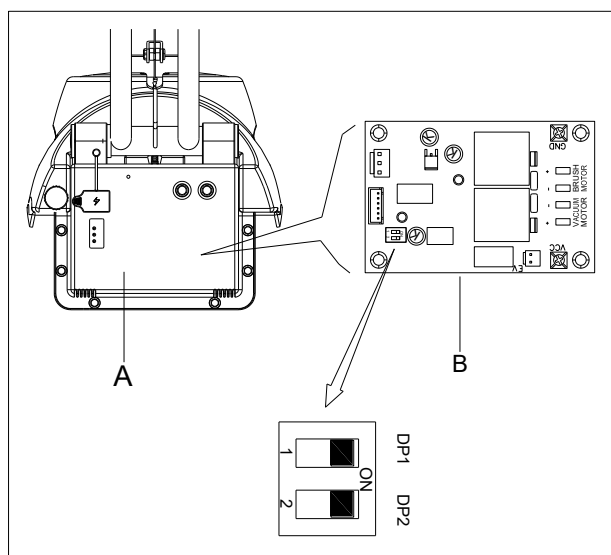

Abbildung 5
- Schalten Sie die Maschine aus und demontieren Sie die Abdeckung (A wie Abbildung 5) von der Maschine. Sie finden die Hauptsteuerung PCBA (B wie Abbildung 5). Es gibt 2 Schalter (DP1 und DP2) in der PCBA.